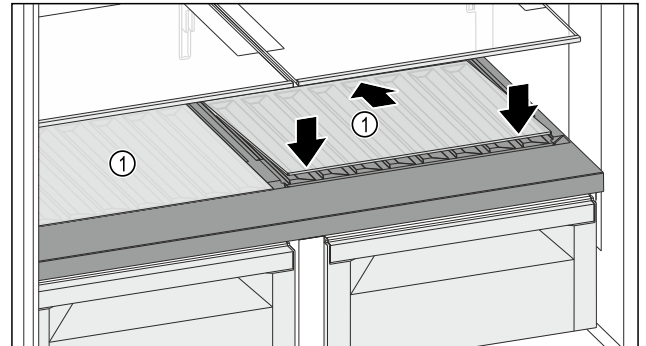

Fig. 133
- Posizionare il ripiano di vetro Fig. 133 (1) inclinato indietro e verso il basso.
- Abbassare la parte anteriore del ripiano di vetro Fig. 133 (1).